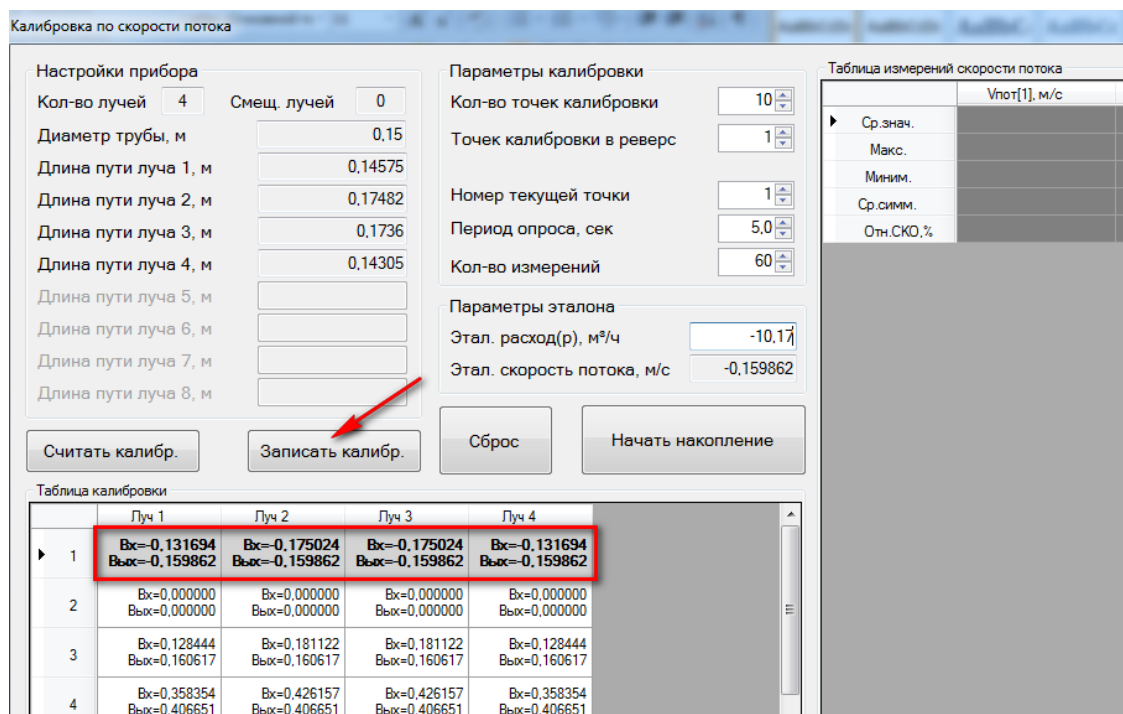

Рисунок 3.6
- 3) После окончания измерений программа автоматически выполнит расчет калибровочных коэффициентов с занесением результатов калибровки в Таблицу калибровки. Для применения результатов необходимо нажать кнопку «Записать таблицу калибровки» (рисунок 3.6).